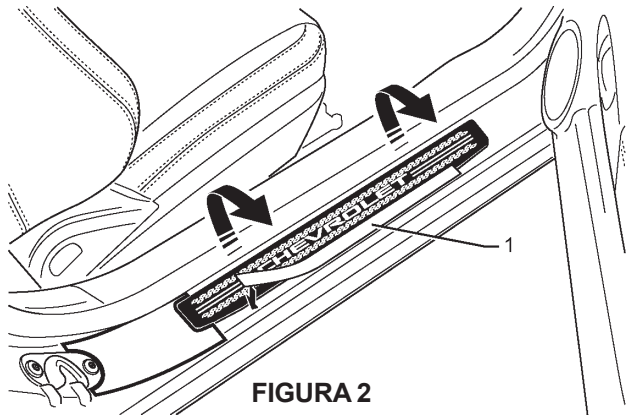

FIGURA 2
5. Coloque cinta adhesiva (1) en la etiqueta de umbral en su posición a lo largo de su longitud, doble la placa del umbral y despegue el protector de la cinta adhesiva. Consulte la figura 2.